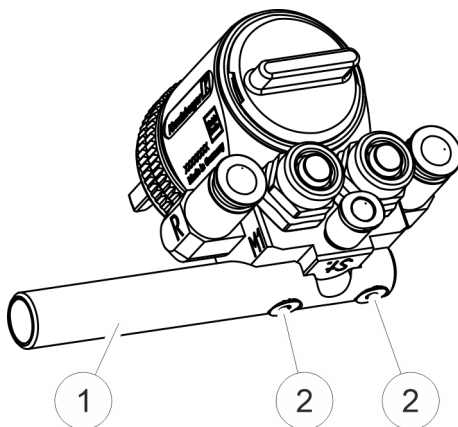

Fig. 3: Montaggio della pistola a spruzzo automatica
1. ➤ Montare il bullone di fissaggio (Fig. 3/1) sulla pistola a spruzzo automatica con le due viti (Fig. 3/2) (apertura **SW 2,5**) e stringere.